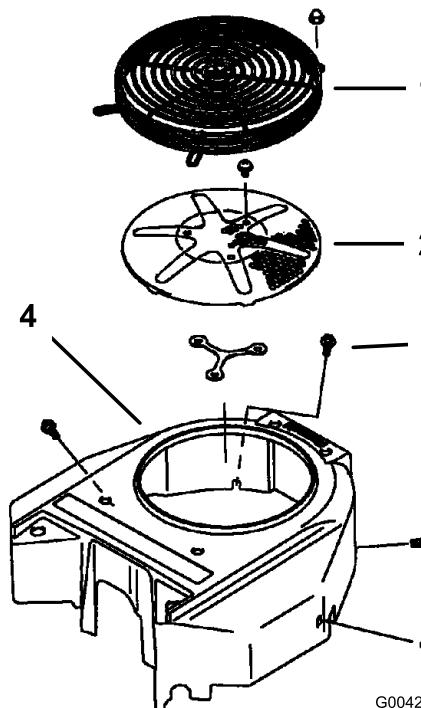

Figura 67
3. Rimuovete la griglia della presa d'aria, l'avviatore autoavvolgente e la sede della ventola (Figura 67).
5. Installate la griglia della presa d'aria, l'avviatore autoavvolgente e la sede della ventola (Figura 67).